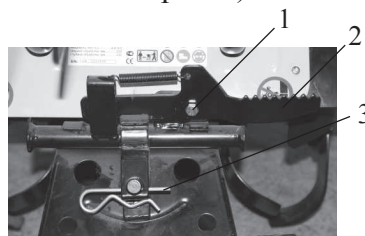

рис. 12
7.1.2 Приступая к работе, отверните болт крепления опорного кронштейна колёс 1 (рис. 12), освободите рычаг фиксации 2 (рис. 12) и разблокируйте опорный кронштейн колёс 7 (рис. 1), затем поднимите и зафиксируйте положение с помощью болта опорного крепления кронштейна колёс 1 (рис. 12).
- Вытащите шпильку 3 (рис. 12) из опорного кронштейна колёс 7 (рис. 1), которая служит фиксацией регулятора глубины вспашки 6 (рис. 1).
отверстиями в опорном кронштейне колёс 5 (рис. 1) и вставьте на место шпильку 3 (рис. 12).